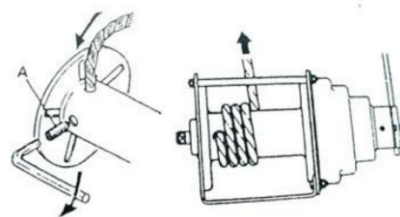

Рис.4
**Б) Запасовка каната для лебедки г/п 1 т ( см рис. 4)**